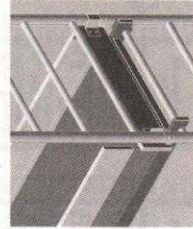
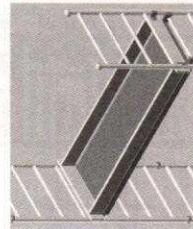

Рис. 39
Рис. 40
14. На верхней рабочей площадке обязательно устанавливать продольные и торцевые защитные доски (рис. 39 и рис. 40).